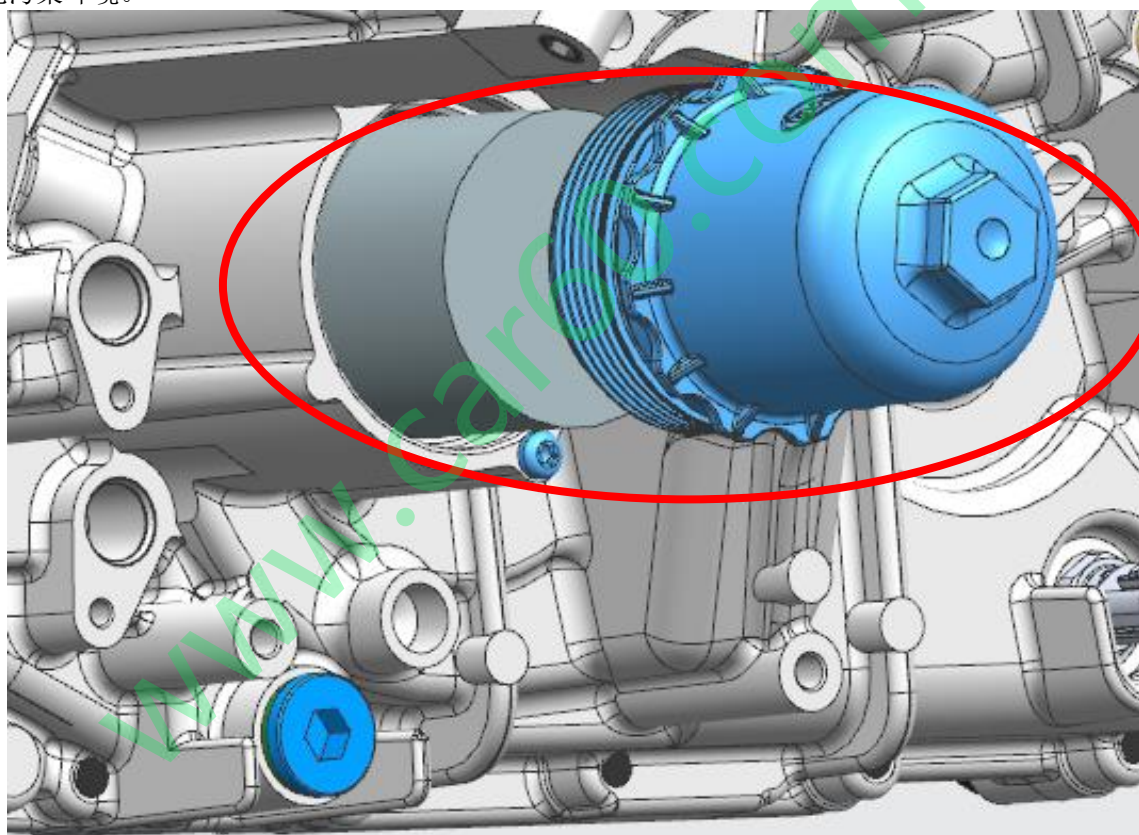

图 13 滤清器
(7) 拆卸滤清器本体（安装时，螺栓拧紧力矩为 $25 \pm 3 \text{N.m}$ ），如图 13 所示，更换滤清器壳体上的 O 型密封圈及滤芯，注意集中回收处理废旧滤芯，不能将废弃滤芯直接扔到垃圾桶，避免污染环境。